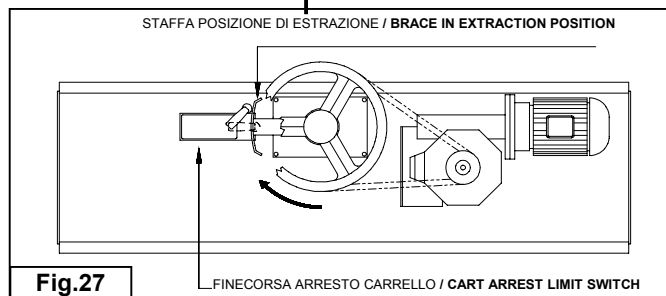

Fig.27
-Verificare, ed eventualmente correggere attraverso l'apposita staffa fissata al sistema di traino (Fig.27) l'arresto del carrello in posizione di sgancio-estrazione. (SOLO PER FORNI CON SOLLEVAMENTO AUTOMATICO)
Check the cart arrest in the unhooking and unloading position and correct it if necessary using the brace secured to the movement system (Fig. 27) (ONLY FOR OVENS WITH AUTOMATIC HOISTING)